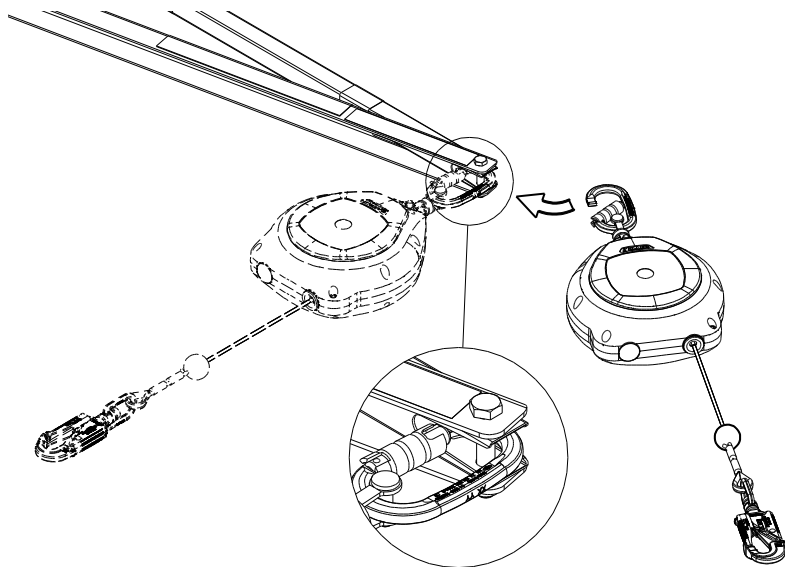

Рис. 29. Установка блокирующего устройства Falcon (6,2 м).
10.2 Установите блокирующее устройство. Убедитесь, что компонент правильно прикреплен к устройству SkyReach. На Рис. 29. показано, как прикрепить блокирующее устройство Falcon (6,2 м) к опорной точке.